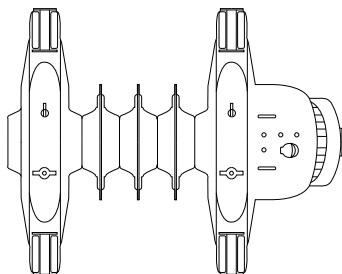

Рис. 3
- Перевернуть обогреватель нижней частью вверх (рис. 3);